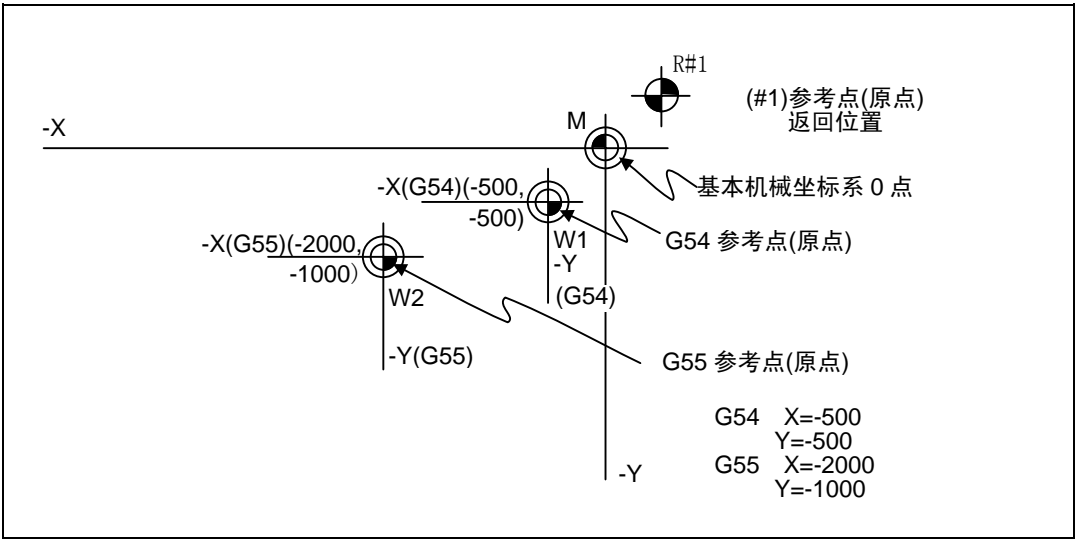

图 14-1 工件坐标与机床坐标关系图
- (1) G54~G59指令中，即使指定了工件坐标系的切换，指令轴的刀尖半径的补偿量也不会被取消。
- (2) 接通电源时，G54的坐标系将被选中。
- (3) G54~G59为模态指令。
- (4) 工件坐标系的偏置设定量表示距离基本机床坐标系0点的距离，如下图14-1。